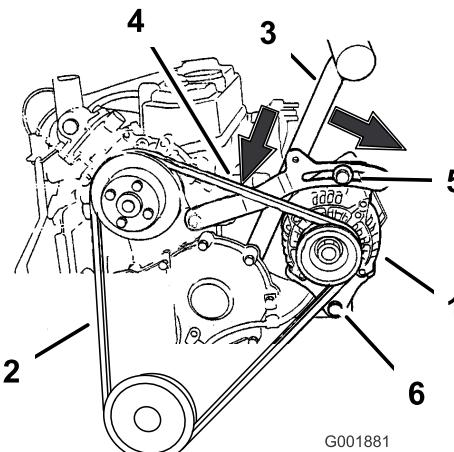

Figura 67
- Afloje los dos pernos que sujetan el alternador (Figura 67).
- Retire la correa de las poleas y del alternador (Figura 67).
- Instale una correa nueva alrededor de las poleas y del alternador (Figura 67).
- Coloque un mango a modo de palanca entre el alternador y el bloque de cilindros (Figura 67).
- Ajuste el alternador hacia fuera hasta que quede una desviación de 10 a 13 mm en la correa entre el motor y el alternador (Figura 67).
- Si la desviación es correcta, apriete el perno superior a 19 Nm y el perno inferior a 61 Nm (Figura 67).